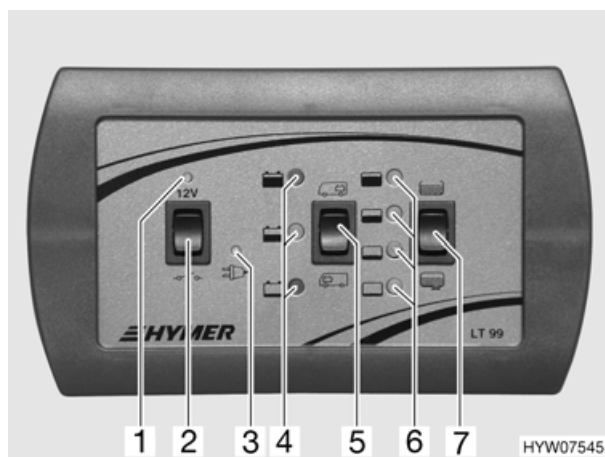

Fig. 50 Pannello di controllo
La centralina elettrica funziona solo in collegamento con il pannello di controllo (Fig. 50).
- Se necessario, inserire brevemente l'alimentazione a 12 V mediante l'interruttore principale 12 V (Fig. 50,2). Ciò è possibile solamente se la tensione della batteria è maggiore di 11 V. Se la tensione è minore di tale valore, l'alimentazione a 12 V può essere riaccesa solamente dopo che la batteria dell'abitacolo è stata ricaricata.
L'interruttore principale a 12 V (Fig. 50,2) inserisce o interrompe l'alimentazione a 12 V dell'abitacolo.
- Premere in alto l'interruttore a bilico (Fig. 50,2) "12 V": l'alimentazione a 12 V dell'abitacolo è inserita. La luce spia a 12 V (Fig. 50,1) diventa verde.
- Premere in basso l'interruttore a bilico (Fig. 50,2) "☐": l'alimentazione a 12 V dell'abitacolo è disinserita. La luce spia (Fig. 50,1) si spegne.
Con l'interruttore a bilico di indicazione della batteria (Fig. 50,5) è possibile verificare lo stato di carica della batteria dell'abitacolo e di avviamento.
Dopo aver premuto l'interruttore a bilico, si accende la luce spia rossa, gialla o verde (Fig. 50,4).
L'interruttore a bilico di indicazione del livello dei serbatoi (Fig. 50,7) consente di verificare il livello del serbatoio dell'acqua e quello delle acque grigie.
Dopo aver premuto l'interruttore a bilico, si accende un LED (Fig. 50,6).
La luce spia per 230 V (Fig. 50,3) si accende in giallo quando all'ingresso della centralina elettrica è presente una tensione di rete.